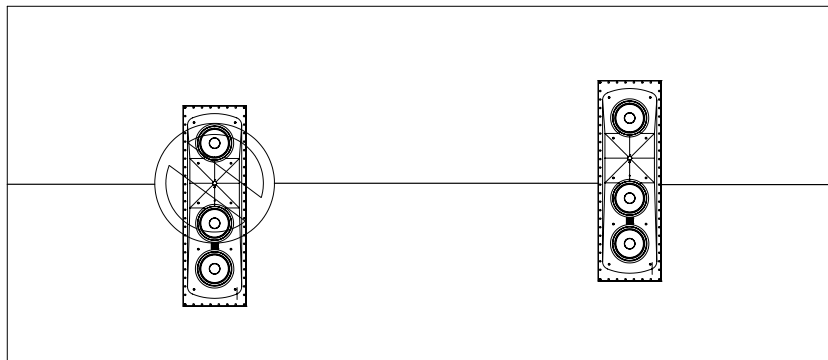

Figure 4
**REMARQUE :** Certains écrans de projection perforés comportent une latte ou une traverse centrée sur la trame de l'écran (Figure 4). Vérifiez dans de tels cas que la barre ne masque pas le pavillon. Positionnez des enceintes orientées verticalement de telle façon que la barre passe devant les enceintes au bord du pavillon le plus proche du haut-parleur grave central.